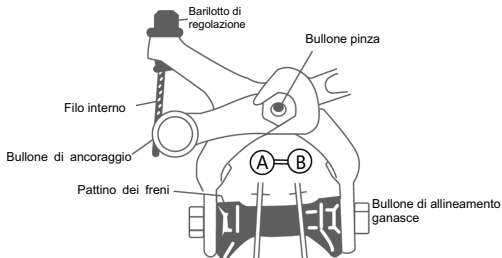

Figura 8
- c. Entrambi i pattini devono avere la stessa distanza dal cerchio di circa 1-2 mm. Possono essere regolati con i bulloni di allineamento delle ganasce. (Figura 8)